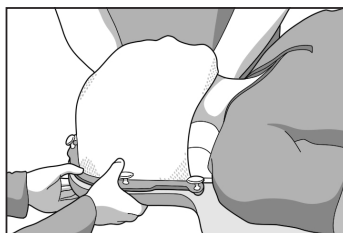

图3
5. 将热塑性塑料向上拉伸 15 至 20 cm (6 至 8 英寸)，再往下回到装置上 (图 3)。